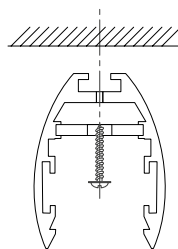

Рис. 2. Установка шинопровода на поверхность
- 3.1. Закрепите шинопровод на поверхности винтами из комплекта поставки (рис. 2). Для этого в шинопроводе имеются отверстия.